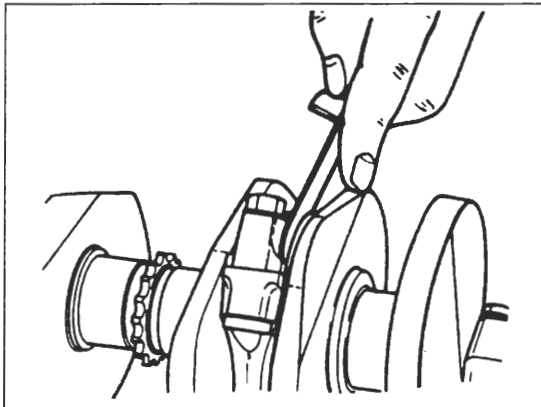

Bild 243
-  Pleueiffuss-Axialspiel mit Fühlerlehre messen (Bild 243). Verschleissgrenze: 0,30 mm.